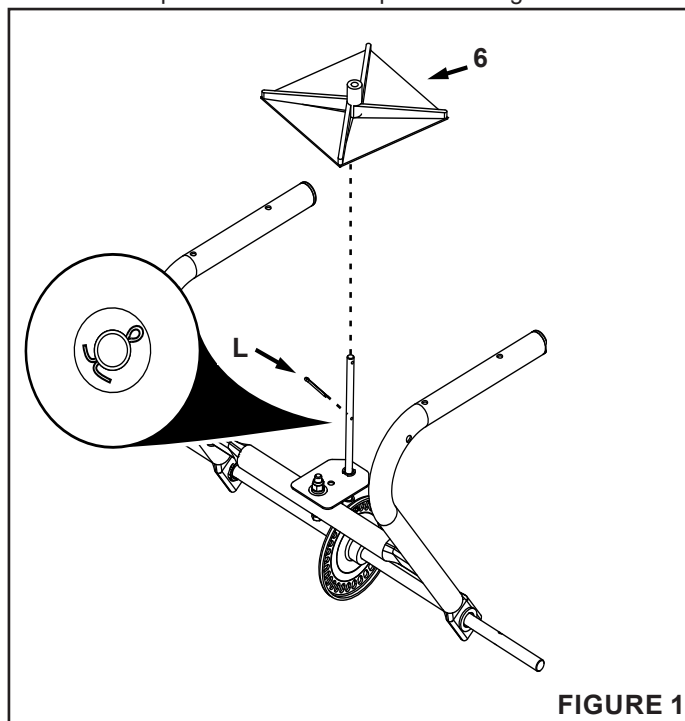

FIGURE 1
ÉTAPE 1 : (VOIR FIGURE 1)
- Fixez la turbine (6) à l'arbre de la turbine à l'aide d'une petite goupille fendue (L), puis repliez les extrémités autour de l'arbre pour la maintenir en place. Voir figure 1.